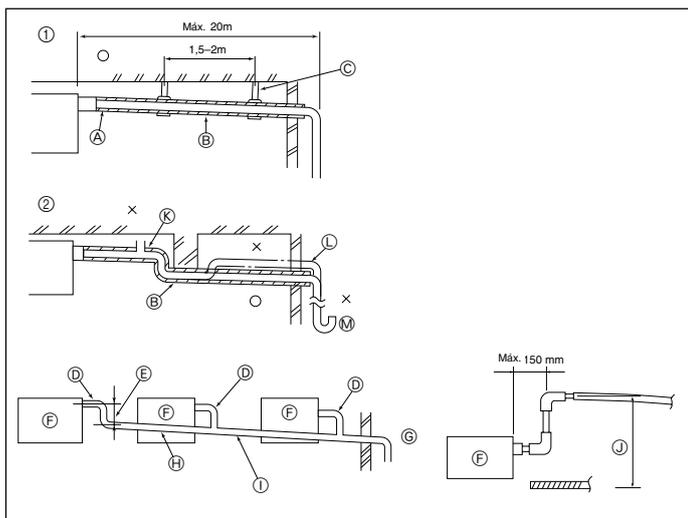

Fig. 6-1
6.1. Trabalho de tubagem de drenagem (Fig. 6-1)
- ① Tubagem correcta
- ② Tubagem errada